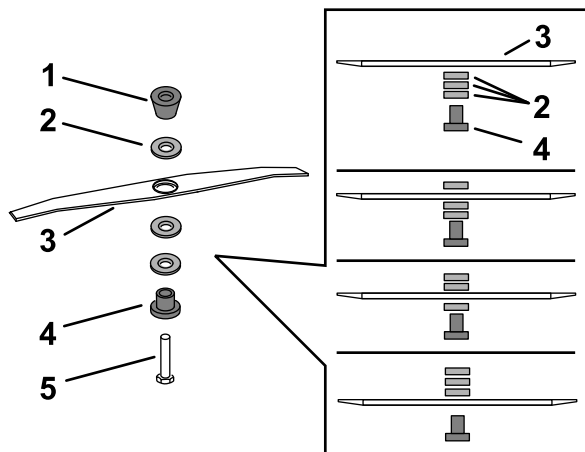

Figura 29
5. Utilizzate la chiave fornita con la macchina per rimuovere la lama ruotando il bullone della lama in senso antiorario (Figura 29).